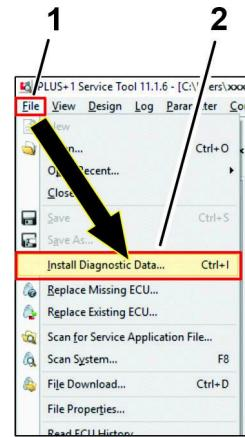

Figura 53
- Haga clic en el icono File (Archivo), y en la lista desplegable, haga clic en el icono Install Diagnostic Data... (Instalar datos diagnósticos) (Figura 53).